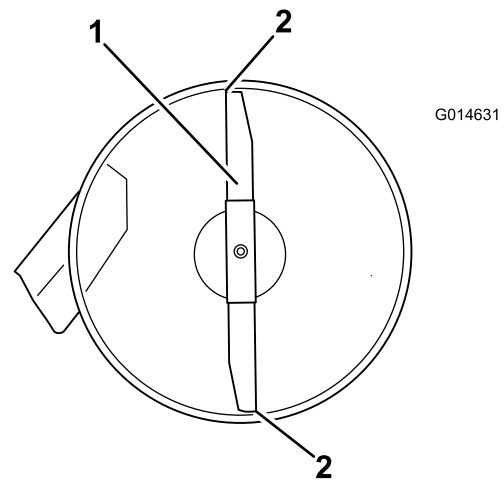

Figura 54
- Gire cuidadosamente las cuchillas colocándolas en el sentido de avance de la máquina (Figura 54).
- Mida entre la punta de la cuchilla delantera y la superficie plana y entre la punta de la cuchilla trasera y la superficie plana (Figura 54).
- Después de realizar el ajuste, compruebe de nuevo la inclinación longitudinal, y siga ajustando la tuerca hasta que la punta de la cuchilla delantera esté entre 1.6 mm y 7.9 mm (1/16" a 5/16") más baja que la punta de la cuchilla trasera (Figura 54).